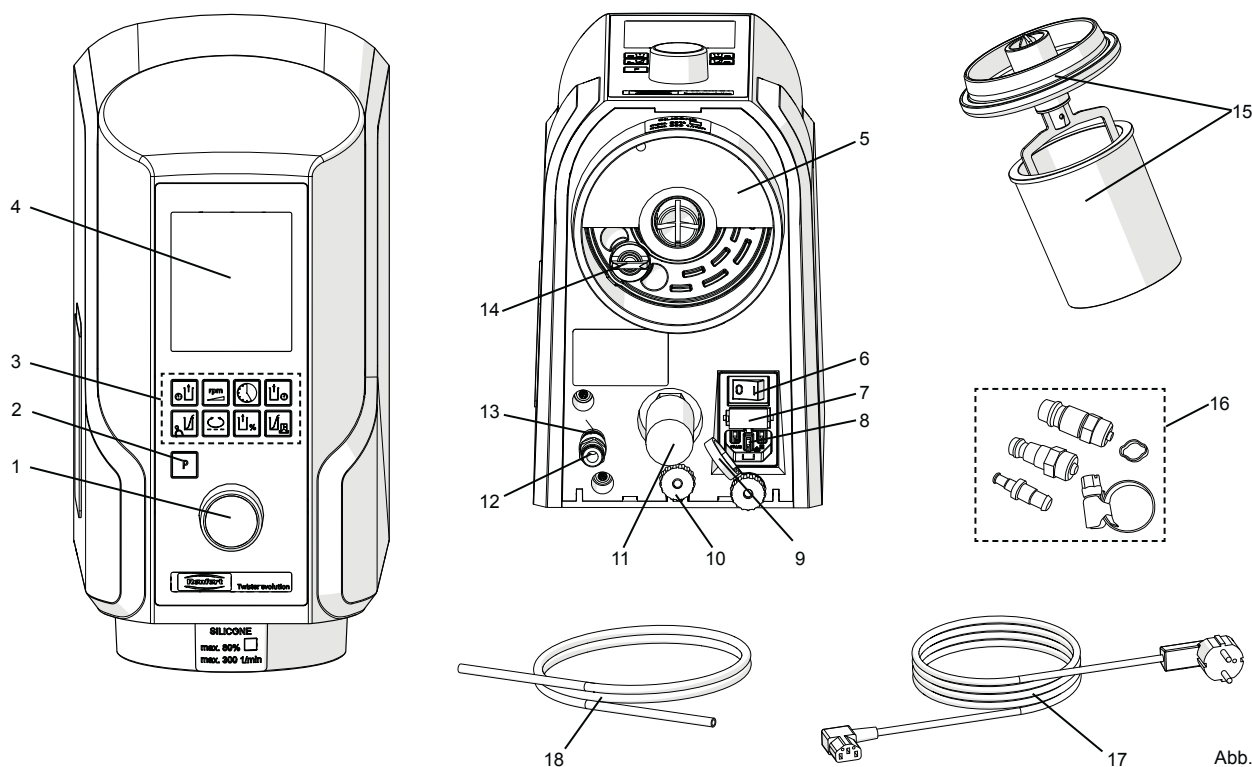

Abb. 1
1. Druckluftschlauch (18) bis zum Anschlag in Schlauchanschluss des Druckluftanschlusses (12) einstecken. Dabei ist ein leichter Widerstand spürbar zu überwinden.
2. Zum Anschluss an des Druckluftnetz die passende Schlauchkupplung aus beiliegendem Set (16, Abb. 1) auswählen und am Schlauchende anbringen.